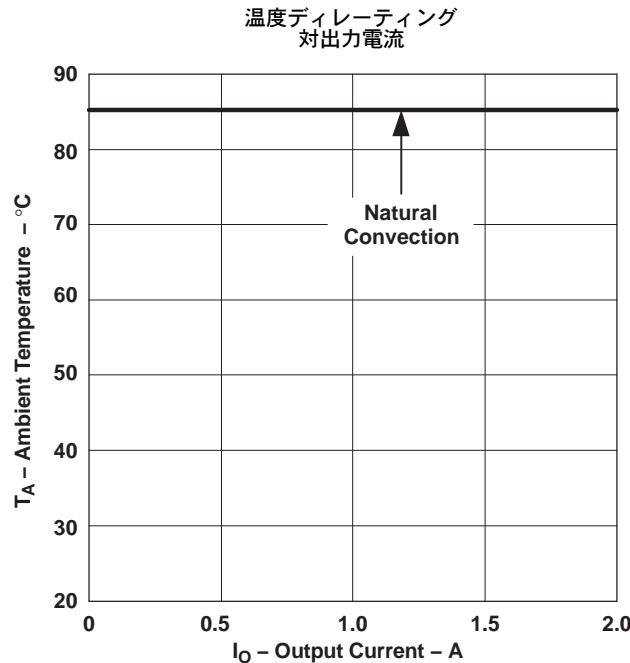

図 8.
- (4) 温度ディレーティング曲線は、内部コンポーネントがメーカーの指定した最大動作温度以下になる条件を表します。ディレーティング制限は、2オンス (56.69 グラム) の銅を使用した、100mm × 100mm の両面PCBに直接半田付けされたモジュールに対して適用されています。表面実装パッケージの場合は、電源ピンの周辺に放熱用の複数のビア (メッキされたスルーホール) が必要です。詳細については、メカニカル・データを参照してください。図8に対して適用されます。